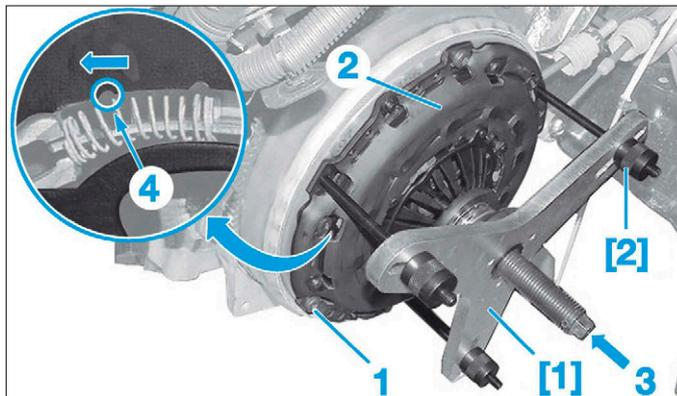

FIG. 7
- Déposer les vis de fixation (1) (Fig.7).
- Positionner les outils [1] et [2] sur le mécanisme d'embrayage (2).
- les trois tiges de maintien [2] à la place des vis (1),
- la vis centrale (3) de l'outil [1] pour comprimer le mécanisme d'embrayage (2).